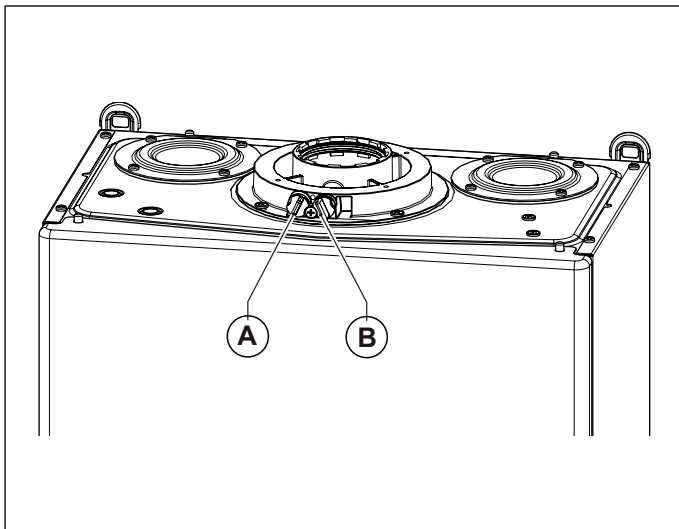
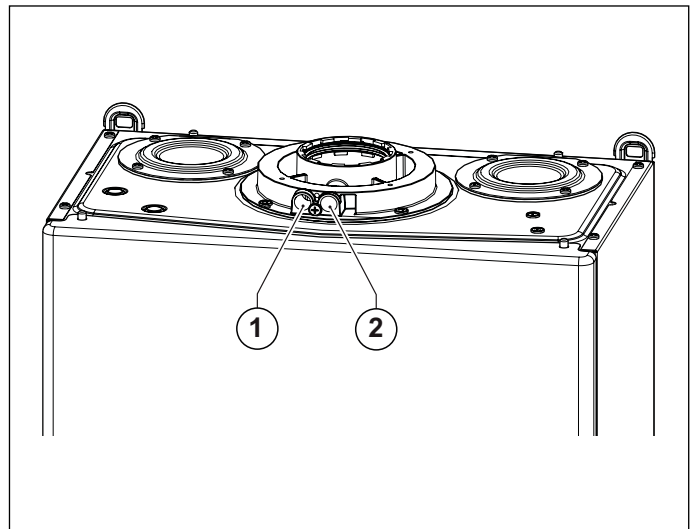

Fig. 15 Posizione tappi
Fig. 16 Posizione fori
La caldaia è provvista di una torretta per il collegamento della tubazioni di aspirazioni aria/scarico fumi (vedi Fig. 15 Posizione tappi e Fig. 16 Posizione fori).
Nella torretta sono stati predisposti dei fori per l'accesso diretto all'aria comburente ed allo scarico dei fumi (vedi Fig. 16 Posizione fori).
Prima di effettuare le misurazioni togliere i tappi **A** e **B** dai fori predisposti sulla torretta (vedi Fig. 15 Posizione tappi).
- misura dell'aria comburente prelevata nell'apposito foro **1** (vedi Fig. 16 Posizione fori).
- misura della temperatura fumi e della CO2 prelevata nell' apposito foro **2** (vedi Fig. 16 Posizione fori).